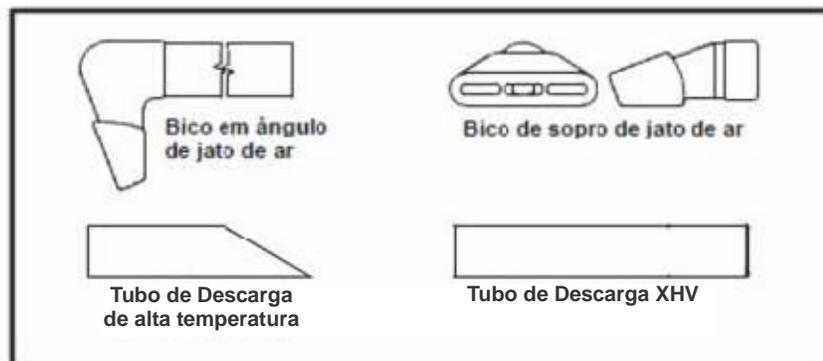

Figura 6. Tubos/ Bicos de montagem
3. Para temperaturas internas do recipiente de armazenagem de 260°C ou mais elevadas, instale o tubo de sopro e o bico em ângulo de jato de ar, o bico de sopro de jato de ar ou o tubo de sopro de alta temperatura (figura 6) no recipiente